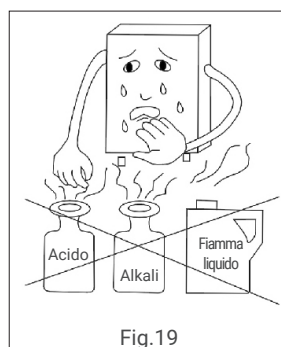

Fig.19
- Non conservare sostanze infiammabili, esplosive o volatili in prossimità dello scaldacqua. (Fig. 19).